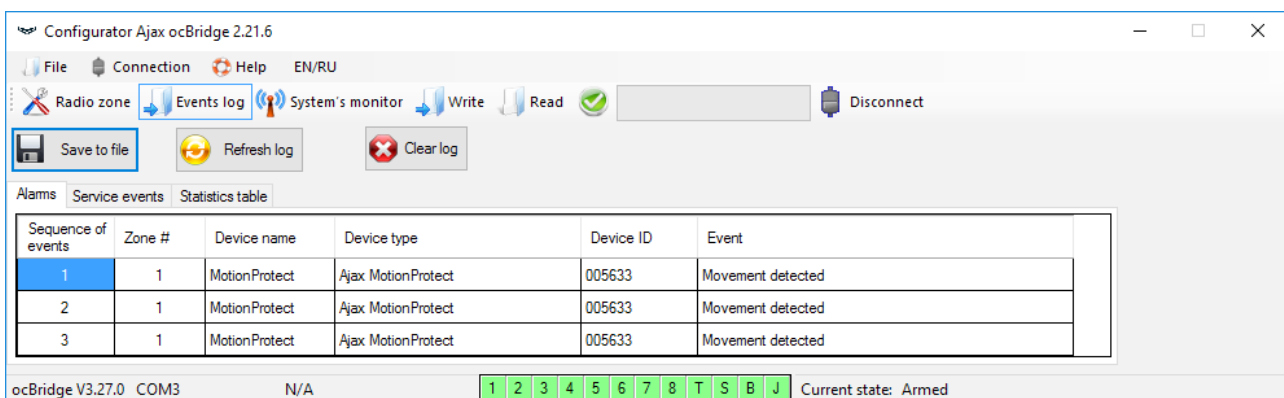

Imagen 12. Registro de eventos de alarma
6. La página “**Memoria de eventos**” almacena información sobre eventos de alarma (Imagen 12), eventos de servicio (Imagen 13) y tablas de estadísticas (Imagen 14). Es posible renovar la información en los registros de datos o borrarlos con el botón “**Restaurar registro**”. Los registros contienen hasta 50 eventos de alarma y 50 eventos de servicio. Con el botón “**Guardar en archivo**”, es posible guardar los registros de eventos en formato xml que se puede abrir con Excel.